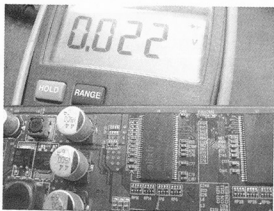

图 5-58 值小短路
(5) 打到有一处为 22, 说明有短路, 如图 5-58 所示。